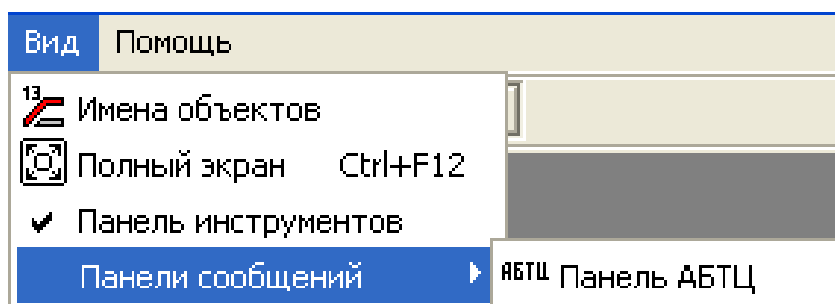

Рисунок 7 – пункт «Панель сообщений»
- пункт «Панель сообщений» (**Рисунок 7**) - предназначен для выбора панели АБТЦ.